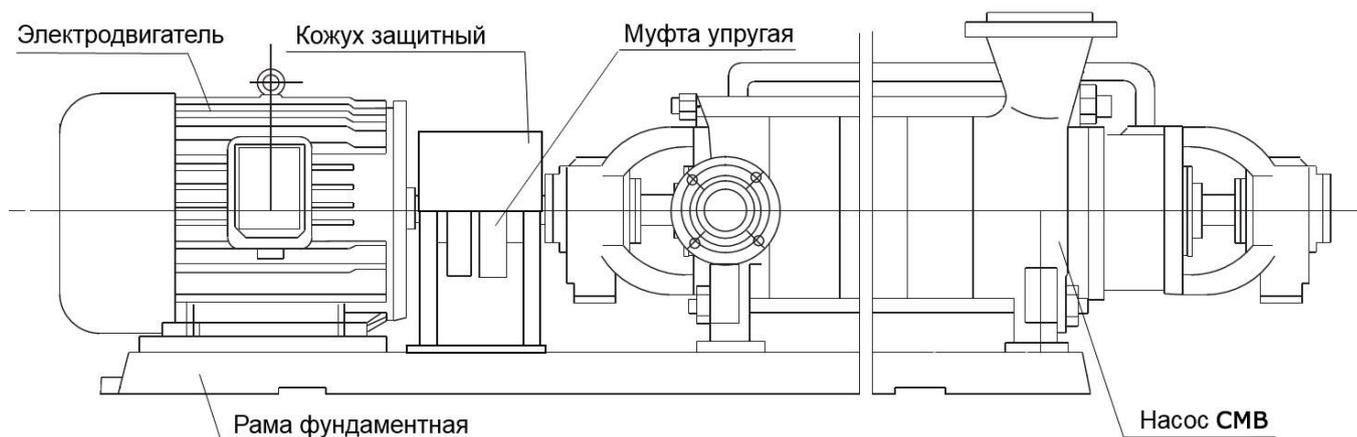
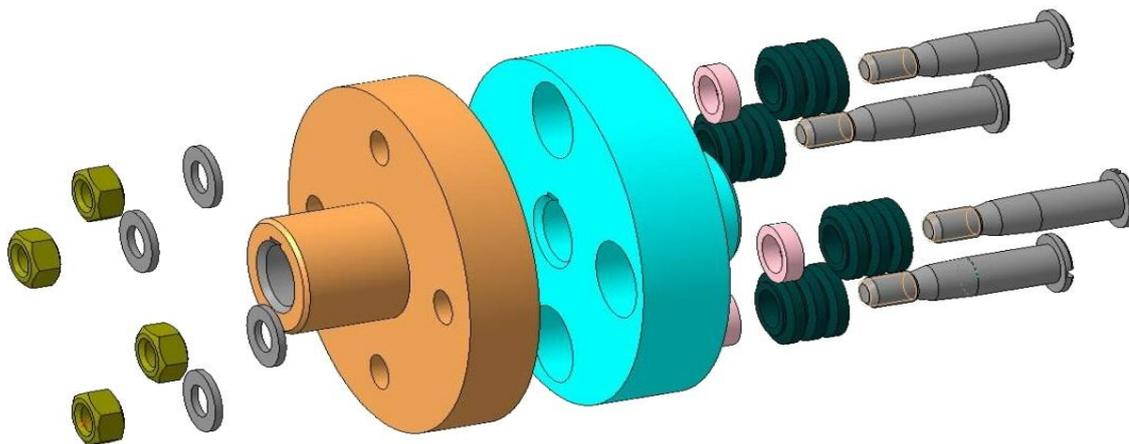

Рис. 12 Сборочная схема агрегата на основе насоса CMB
Рис. 14 Схема сборки/разборки муфты упругой
Агрегат на основе насоса CMB состоит из следующих основных частей (Рис. 12):
- рассоединить муфту (согласно схеме Рис. 14);
Демонтировать (Рис. 12) кожух защитный находящиеся на раме фундаментной. Рассоединить части муфты упругой согласно схеме (Рис. 14).